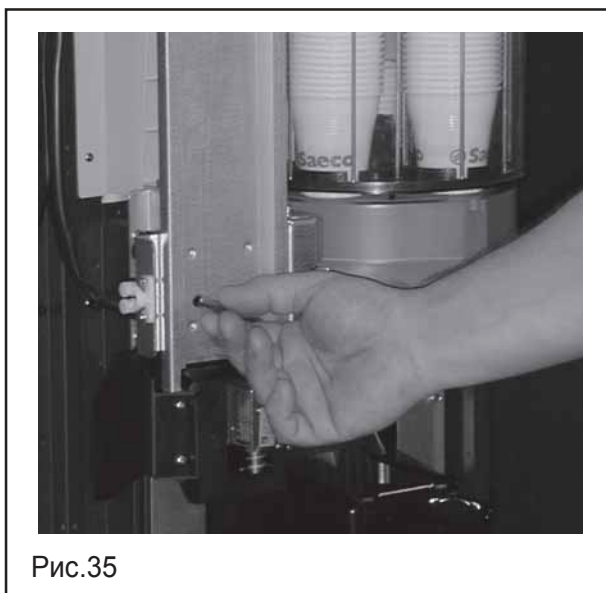

Рис.35
- Выньте металлический груз из отсека для размешивателей (рис. 35);